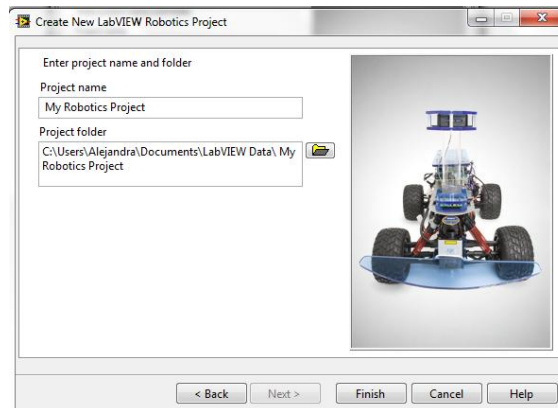

Fig 16. Especificación del nombre y ruta del proyecto.
12. Especificar el Nombre del proyecto y la ruta como se ve en la Fig.16. Oprima Finish.